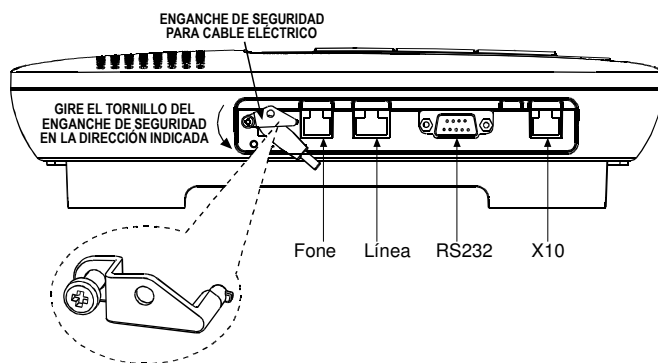

Figura 3a
2. Inserte la lengüeta del enganche de seguridad horizontalmente al hueco del lado derecho del enchufe del cable eléctrico, así como lo demuestra la Figura 3a.
3. Gire el tornillo del enganche de seguridad, observando la polaridad de la flecha en la Figura 3a, hasta encarar el otro hueco. Entonces apriete el tornillo.